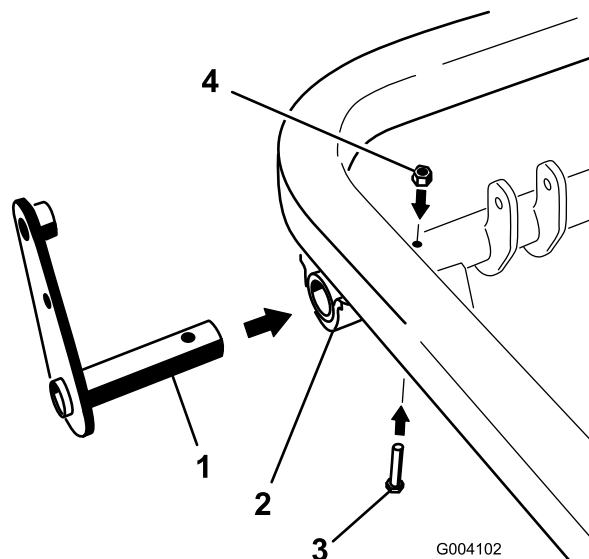

Рисунок 13
1. Вставьте стойку на узле рычага в левый конец шарнирной трубы и закрепите его болтом (5/16 x 2 дюйма) и контргайкой (5/16 дюйма) через шарнирную трубу (Рисунок 13).
3. Завинтите средний болт шарнира (поз. 4 на рис. 13) с моментом 20-25 Н•м.